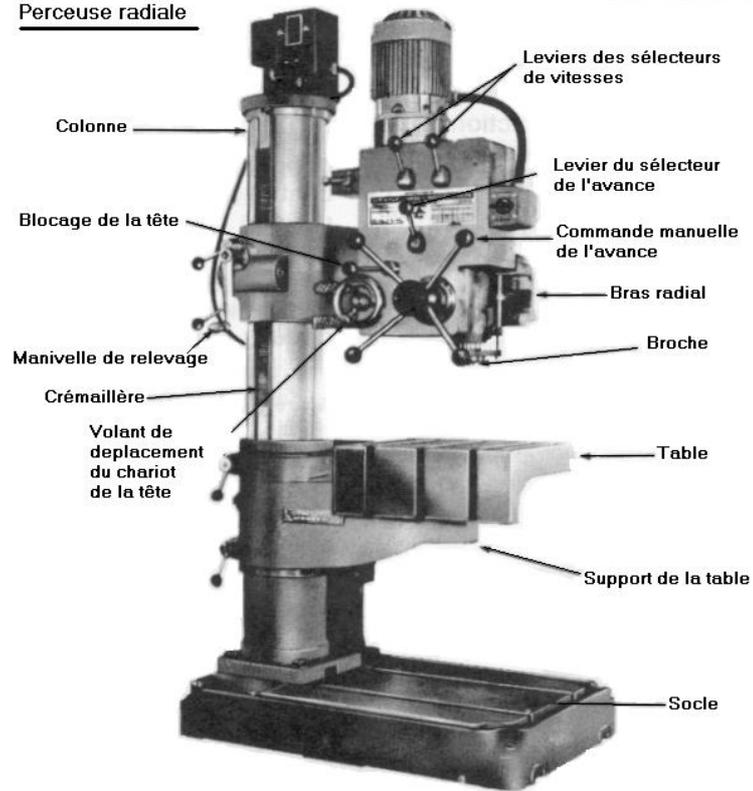

Fig. 2
1. Le manchon (figure 2), en plus des graduations 0,50 et 1,0 mm, comporte une échelle vernier où chaque graduation vaut 0,002 mm.